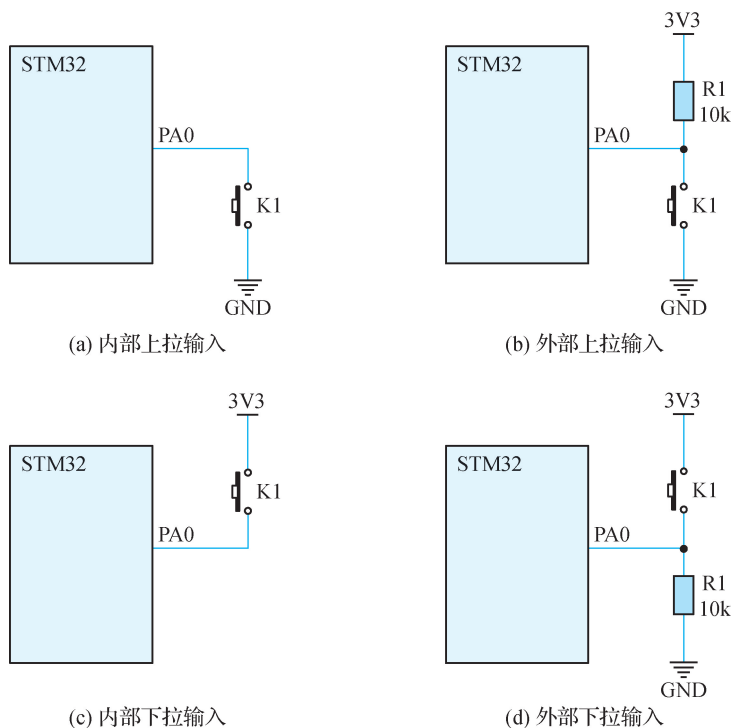

图 2.2 按键驱动电路的四种常见方案
► 第一种:内部上拉输入:按键一端接 STM32 GPIO 引脚(如 PA0),另一端接地,GPIO 配置为“上拉输入模式”(GPIO_Mode_IPU)。未按下时,GPIO 引脚通过内部上拉电阻接 3.3 V,输入高电平;按下时,引脚经按键接地,输入低电平(如图 2.2(a)内部上拉输入)。此方案无需外部电阻,简化硬件布线。
► 第三种:内部下拉输入:按键一端接 GPIO 引脚,另一端接 3.3 V,GPIO 配置为“下拉输入模式”(GPIO_Mode_IPD)。未按下时引脚拉为低电平,按下时接 3.3 V 变高电平(如图 2.2(c)内部下拉输入),适用于需“高电平触发”的场景。
► 第四种:外部下拉输入:按键一端接 GPIO 引脚,另一端接 3.3 V,同时引脚经 10 kΩ 外部下拉电阻接地(如图 2.2(d)外部下拉输入),功能与方案 3 类似,适合对电平稳定性要求较高的场景。